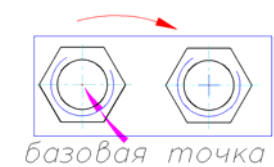

Рис. 4.14
**Шаг 4.** В ответ на сообщение системы: Вторая точка или <считать перемещением первую точку>: указать вторую точку перемещения (новый центр) и щелкнуть мышью. Чертеж будет иметь вид, показанный на рис. 4.14.